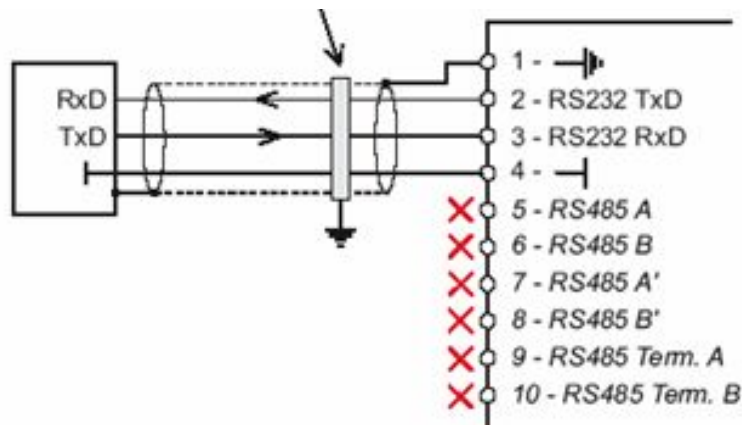

图 7: 调试接线图
- (1) 连接模块与 PC 电脑 R232 串口；
- (2) 当使用 7MH4 607-8CA 连接导线时，将电缆标识符“TxD”与流量计模块“3#”相连；
- (3) 当使用 7MH4607-8CA 连接导线时，将电缆标识符“RxD”与流量计模块“2#”相连；
- (4) 当使用 7MH4607-8CA 连接导线时，将电缆标识符“GND”与流量计模块“4#”相连；
- (5) 调试用接线图详见图 7: 调试接线图